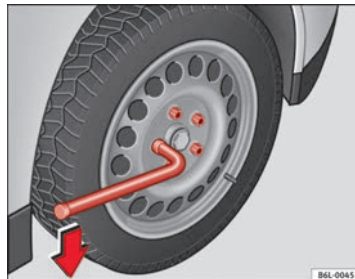

Abb. 145 Radwechsel: Radschrauben lockern
- Greifen Sie das Ende des Radschlüssels und drehen Sie die Schraube etwa eine Umdrehung nach **links** ⇒ Abb. 145.